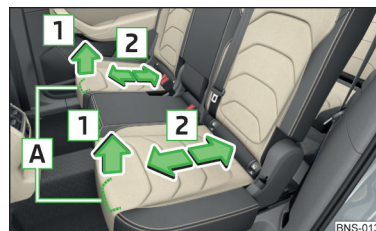

Fig. 74
- › Tirer la manette **A** dans le sens de la flèche **1** et pousser le siège dans le sens de la flèche **2** jusqu'à obtenir la position souhaitée » fig. 74. Une fois le levier de commande relâché, le verrouillage doit s'enclencher de façon audible.